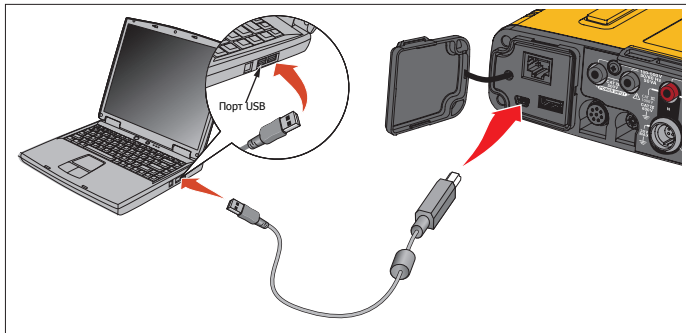

Рисунок 8. Подключение Power Logger к ПК
3. Подключите USB-кабель к USB-портам на компьютере и Регистраторе. См. Рисунок 8.
Зеленый светодиод точки доступа Wi-Fi горит и указывает на то, что точка доступа WiFi включена. Если этот светодиод не горит, подсоедините USB-кабель. См. Рисунок 8 и перейдите к шагу 5.